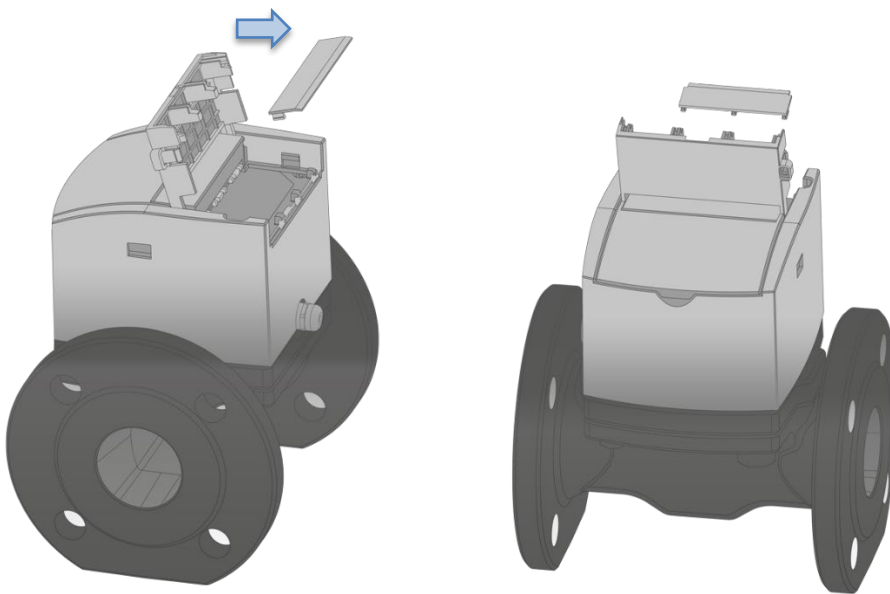

Abb. 30: Austauschen der Schutzabdeckung zum Hinzufügen eines neuen Moduls
Schritt 2: Schutzabdeckung am Moduldeckel austauschen, siehe Abb. 30.
Sollen weitere NFC-Module in den Zähler eingebaut werden, muss die Schutzabdeckung auf dem Moduldeckel ausgetauscht werden. Entfernen Sie die Abdeckung vom geöffneten Moduldeckel, indem Sie sie, wie in Abb. 30 gezeigt, nach aussen ziehen. Es sind separate Modulabdeckungen für einen, zwei oder drei Steckplätze erhältlich. Wenn ein Modul auf den Zähler gesetzt werden soll, müssen die beiden verbleibenden Steckplätze abgedeckt werden. Wenn zwei Module auf dem Messgerät platziert werden, muss nur ein verbleibender Steckplatz abgedeckt werden. Verbinden Sie die geeignete Schutzabdeckung mit dem Moduldeckel, so dass die NFC-Steckplätze, auf die ein Modul gesetzt werden soll, nicht abgedeckt werden. Die Abdeckung rastet beim Aufschieben auf den Moduldeckel ein.